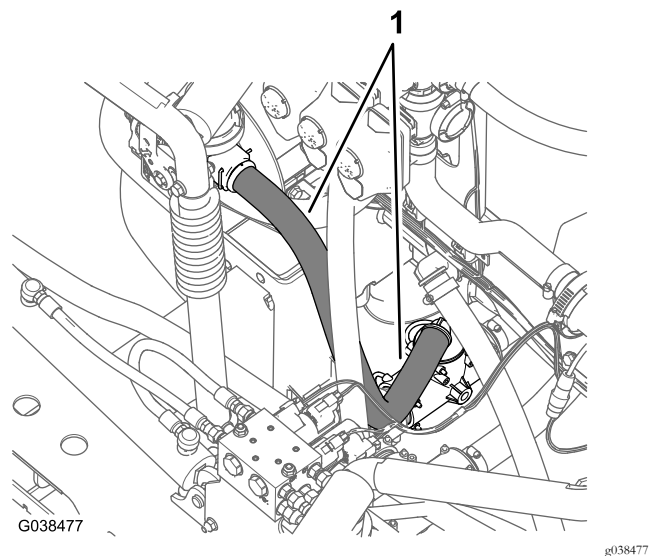

Figura 74
3. Enrute la manguera de alimentación del fumigador hacia abajo y hacia el acoplamiento en T situado por delante de la válvula de alivio de presión, según se muestra en Figura 74.